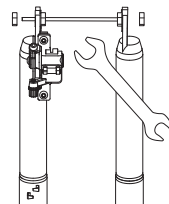

Figura 4-2
- Utilize uma chave de bocas de 15 mm para desapertar os parafusos e em sequência, conforme indicado na **Figura 4-2**, e retire a proteção da forquilha dianteira.